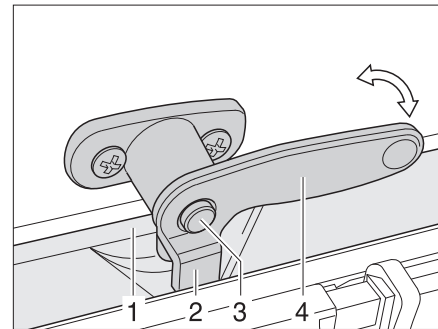

Fig. 57 Levier de verrouillage avec bouton de sécurité en position "fermée"
- Si présent, enfoncer le bouton de sécurité (Fig. 57,3) et le maintenir enfoncé.